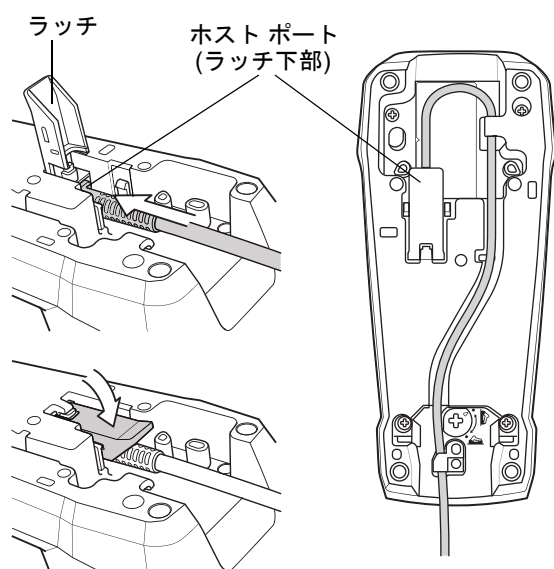

図 1-6 クレードルにケーブルを接続する
3. ラッチを持ち上げます。インタフェース ケーブルをクレードルのホスト ポートに接続し、ラッチを閉じます。詳細は、図 1-6を参照してください。